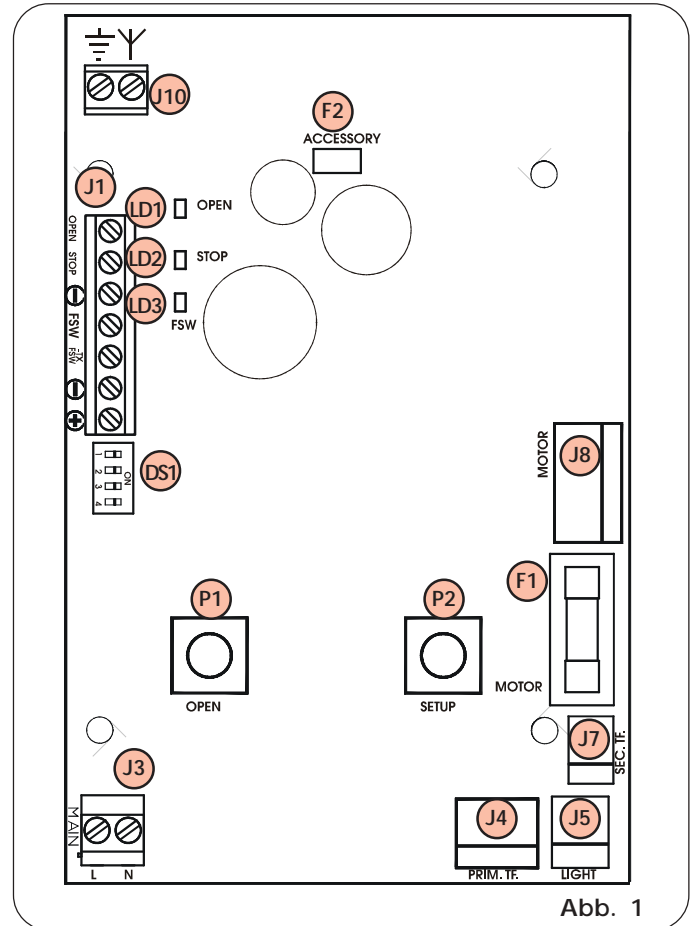

Abb. 1
Das elektronische Steuergerät 531R (Abb. 1), installiert auf den Antrieben 531R und 531K, ist mit einem integrierten Empfänger (433 MHz) ausgestattet, um das Öffnen und Schließen der Automation über eine Fernbedienung zu steuern und benötigt keine externen Funkempfänger.
- 1) Die Erlernung der Fernbedienungen erfolgt durch das Umschalten des Schalters Nr. 3 des Dip-Switch für die Programmierung DS1 auf ON (Abb. 1).